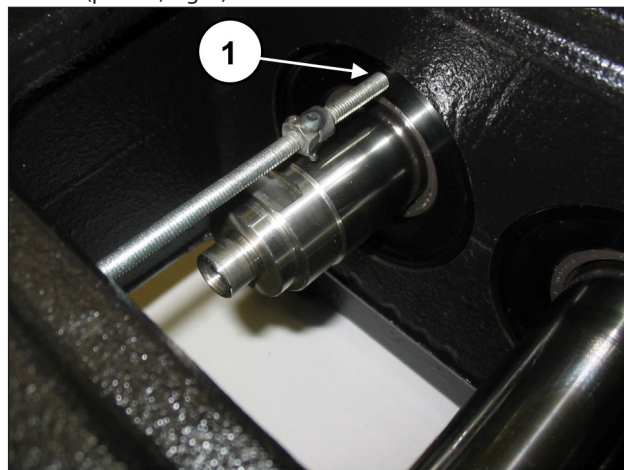
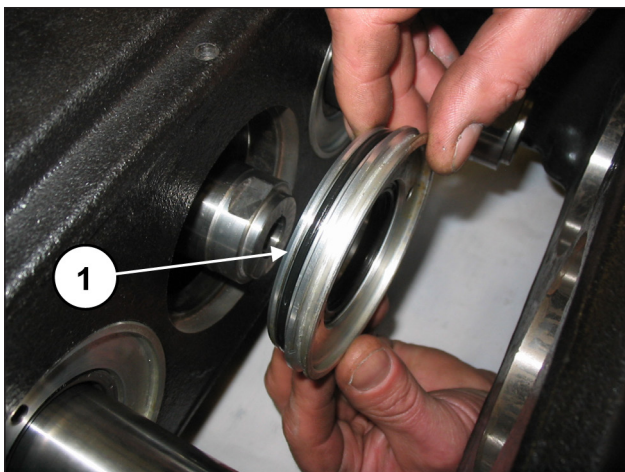

Fig. 3
Fig. 4
Aperte uma haste rosqueada ou um parafusos M6 com função de extrator nos furos adequados na cobertura da vedação do óleo (pos. ①, Fig. 3) e extraia as coberturas do grupo da bomba (pos. ①, Fig. 4).